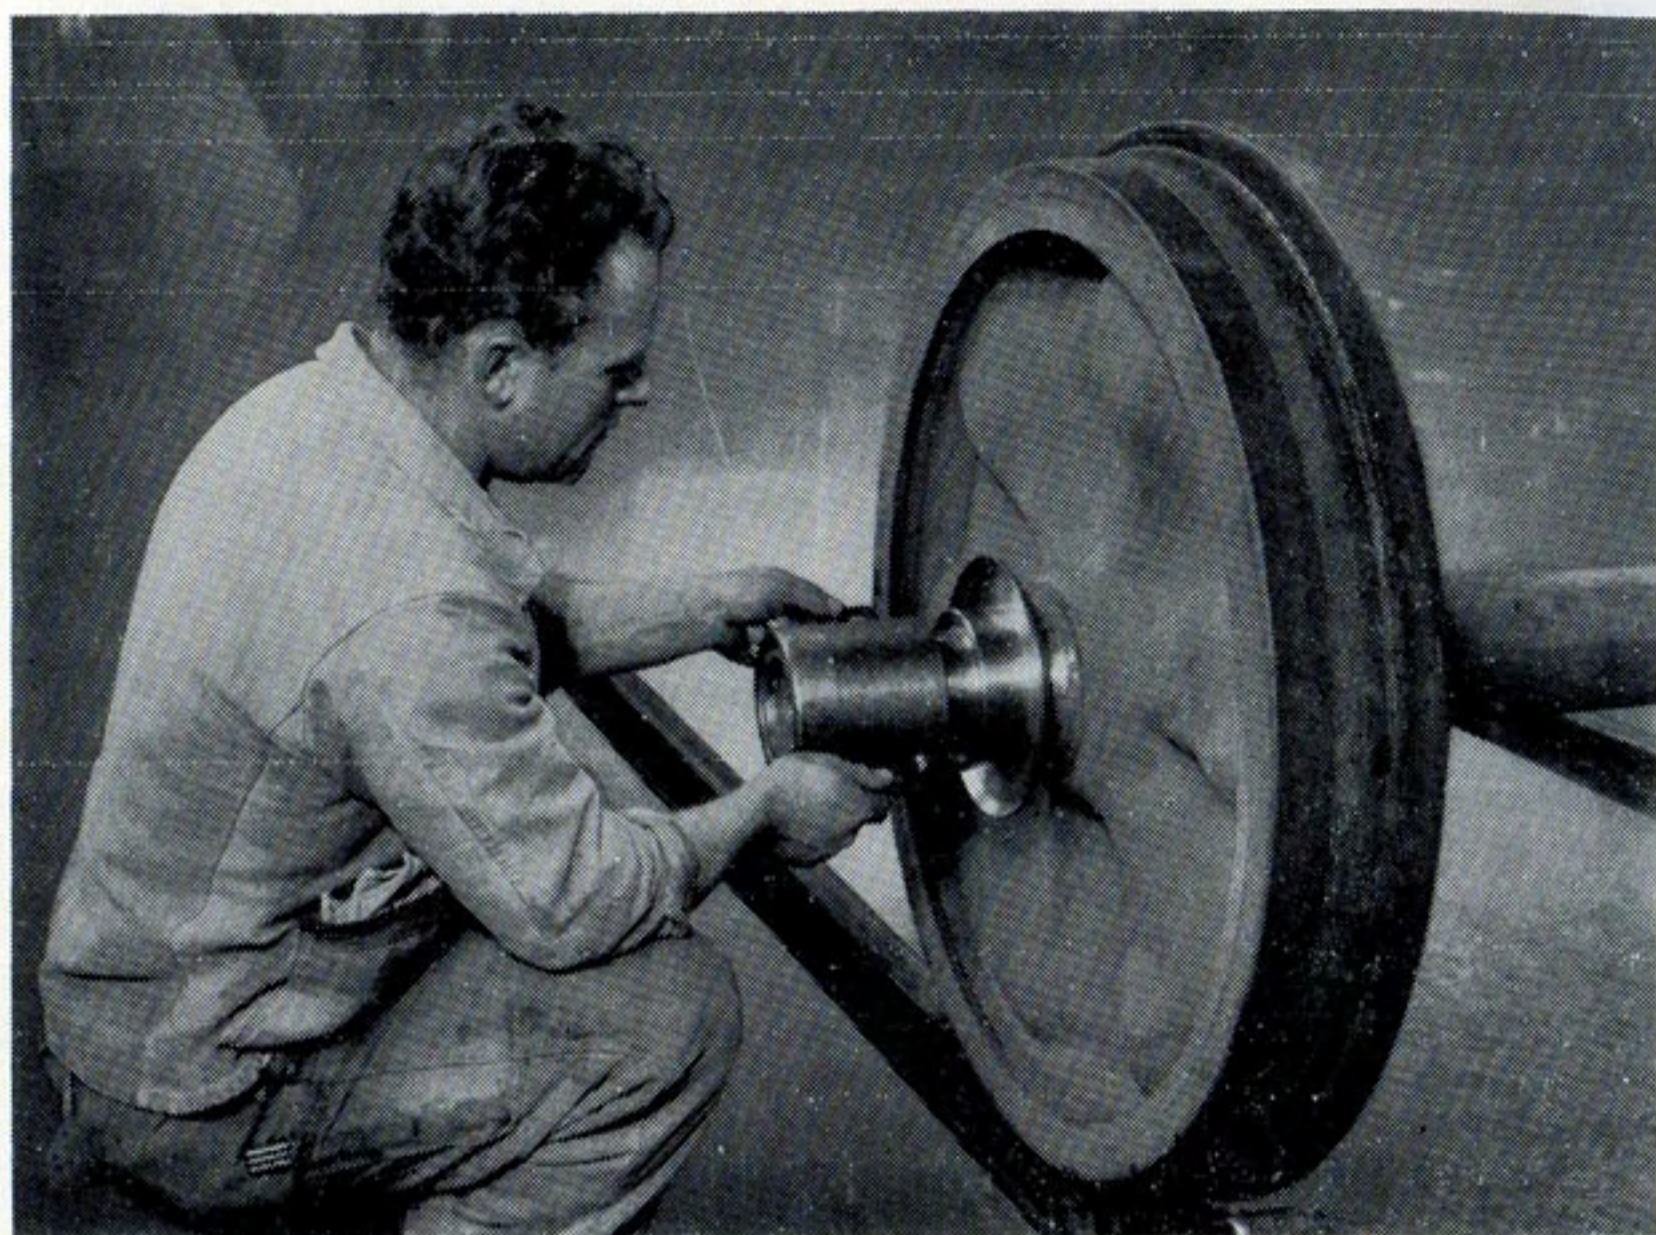

Fig. 11. La douille de montage est fortement butée contre la collerette d'étanchéité.
2. Après nettoyage de la fusée, la collerette chaude est mise en place. Quand elle est refroidie suffisamment pour qu'elle commence à serrer sur sa portée, on la frappe fortement avec la douille de montage, fig. 11 et 12, afin d'obtenir un bon contact contre l'épaulement de l'essieu.